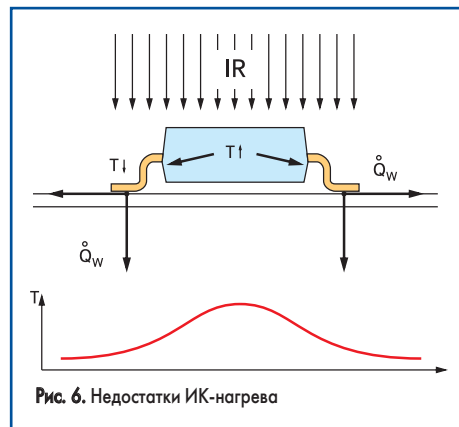

Рис. 6. Недостатки ИК-нагрева
- Компоненты и ПП достигают более высоких значений температур, чем соединения (рис. 6).